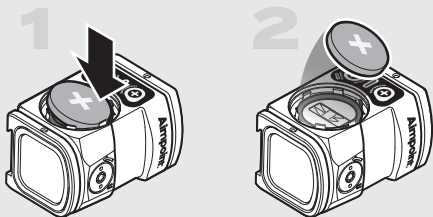

Fig. 2 Retire la batería
- Desenrosque y retire la tapa de la batería (3) con el lado plano del herramienta Aimpoint (8B).
- Si va a sustituir la batería, extraiga la batería agotada del compartimento de la batería presionando con cuidado sobre un borde como se muestra en la Fig. 2.